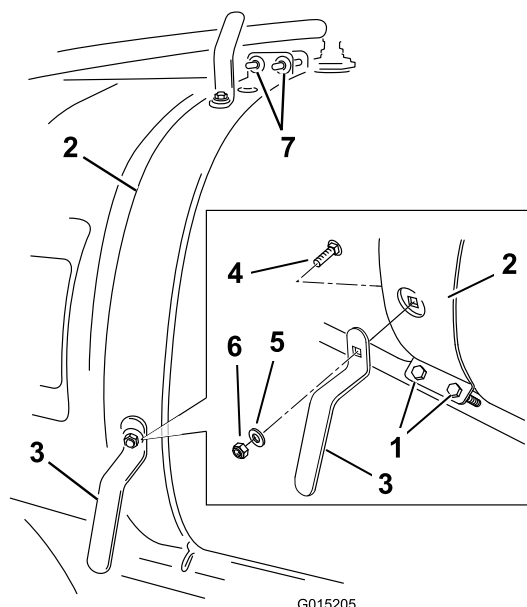

Figura 3
1. Desaperte a cinta frontal do depósito no lado direito (Figura 3).
2. Instale o gancho de tubo inferior como se mostra em Figura 3 utilizando um parafuso de carroçaria (5/16 x 3/4 polegada), uma anilha (3/8 polegada) e uma porca de bloqueio (5/16 polegada).
3. Instale o gancho de tubo superior como se mostra em Figura 3 utilizando um parafuso de carroçaria (5/16 x 3/4 polegada), uma anilha (3/8 polegada) e uma porca de bloqueio (5/16 polegada).